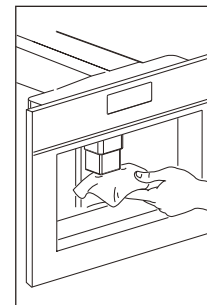

Рис. 36
- ▶ Регулярно очищайте краники губкой (Рис. 36).
<p>Рис. 36</p>